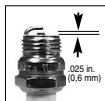

Fig. 8
1. Elektrodeafstand van de bougie = .025" (0,6 mm) (fig. 8).